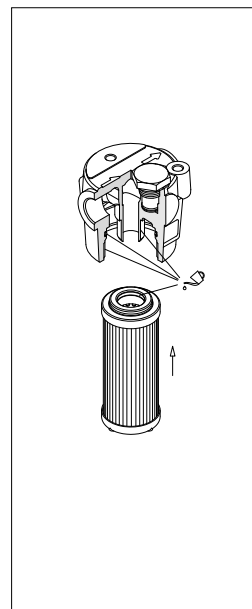

fig. 7
- (Fig. 7) Lubrificare con il fluido di lavoro l'O-ring dell'elemento filtrante, il codolo, l'O-ring e la sede della testata, quindi calzare l'elemento filtrante sul codolo. Prestare attenzione a non danneggiare la guarnizione O-ring